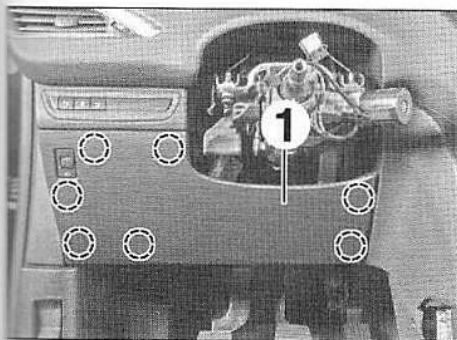

FIG.20
- Dégrafer et déposer la garniture de genoux (1) (Fig.20).